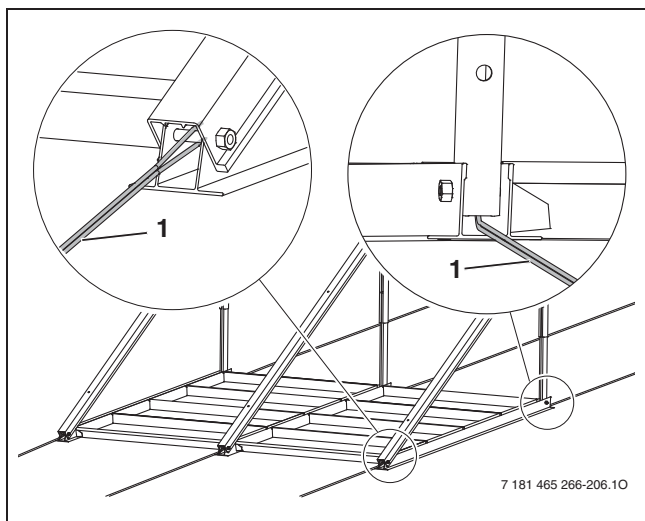

Рис. 157 Подставка с тросовым креплением
- Каждый коллектор крепится 2 проволочными тросами (рис. 157, поз. 1) к болту в нижнем профиле и в подходящем месте на крыше.